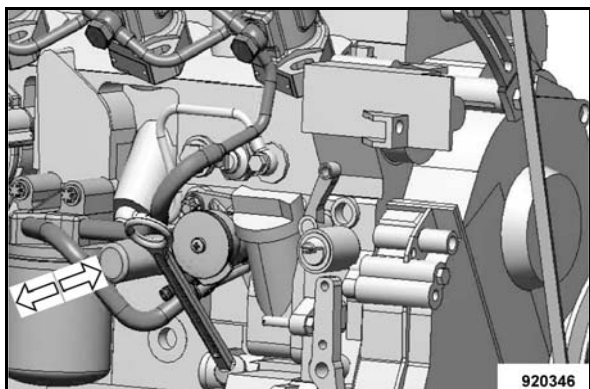

Fig. 145
- Actionner la pompe manuelle (Fig. 145) jusqu'à ce qu'une résistance importante se fasse sentir et qu'une pression a été générée.